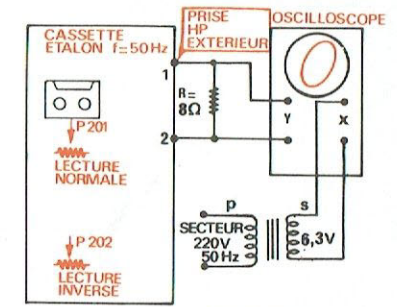

Fig. 21
B. RÉGLAGE DE LA VITESSE DE DÉFILEMENT (Fig. 21)